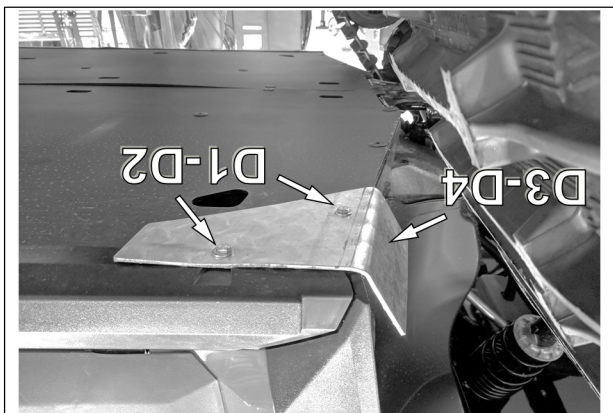

Fig. 25
1. Retirer les fixations de plaque de protection sous le châssis, aux coins avant de l'habitacle du véhicule, et installer les protecteurs de marche pied (D3-D4) en utilisant les boulons (D1) et les rondelles (D2) fournis. Voir la Fig. 25